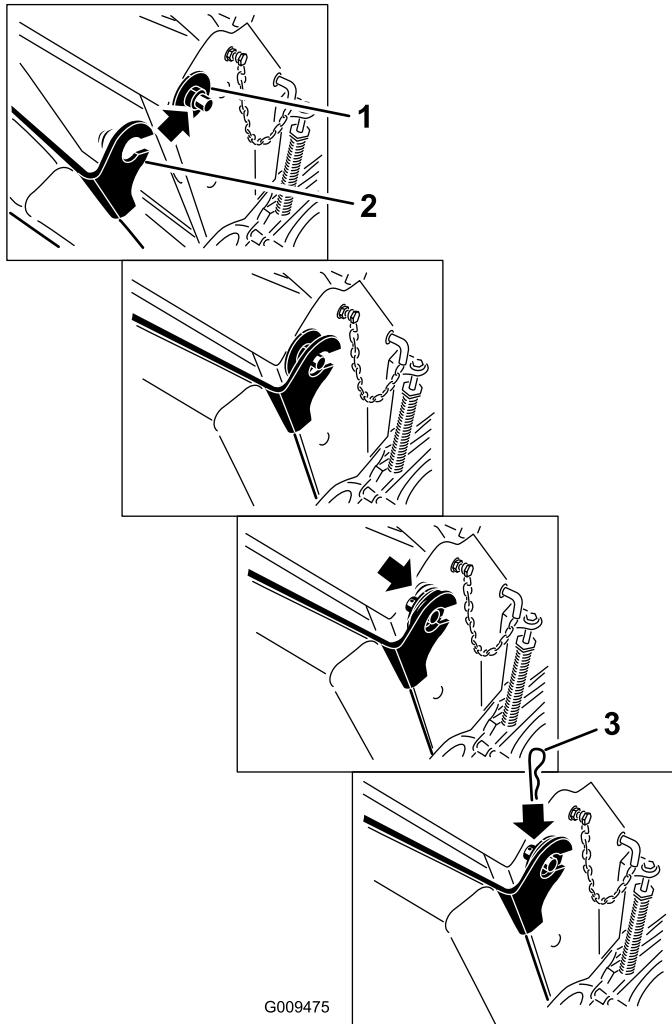

Figure 35
6. Relevez le coussin et engagez-le sur les goupilles de chaque côté de la machine (Figure 35).
7. Insérez les bagues en plastique des grandes rondelles dans les supports du coussin et fixez-les en place avec une goupille fendue (Figure 35).